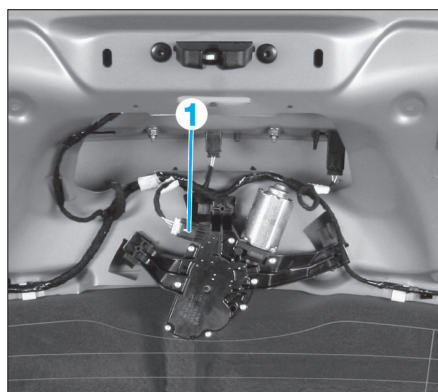

Fig. 86
- Débrancher le connecteur (1) (Fig.86).